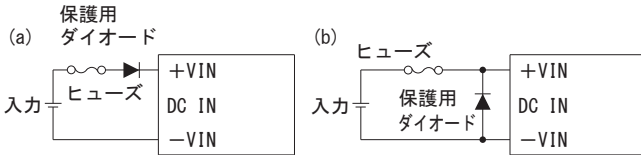

図 2.3 逆接続防止
(5) 逆接続の防止
- 入力端子に極性逆の電圧が加わると故障します。極性逆の電圧が加わる可能性がある場合は、図 2.3 のような保護用の回路を外付けしてください。